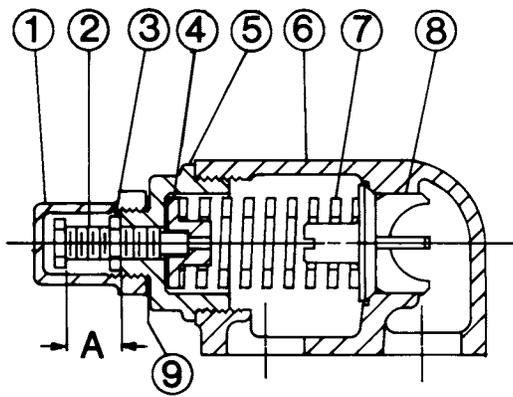

图 15
2. 测量并记录调整螺丝的旋入长度。请参阅图 15 和 16 上的“A”。